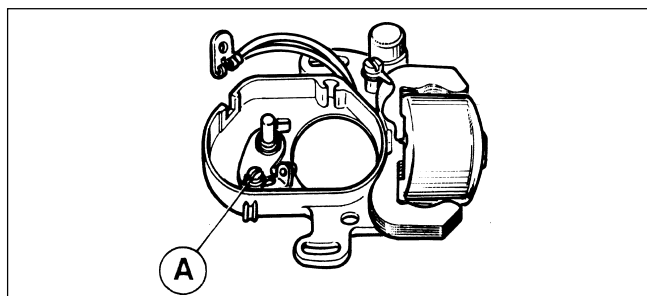

Fig. 9
- Retirer la vis A qui fixe la vis platinée stationnaire (Fig. 9).